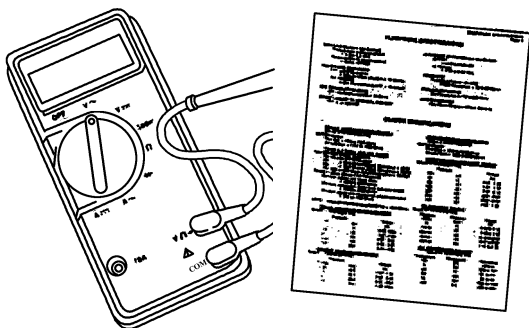

图 4-15 测量值与技术规范值进行比较
③ 读取万用表显示的数值, 并与技术规范规定的电压值进行比较, 如图 4-15 所示, 如果不符合技术规范值, 重新检查维修步骤。